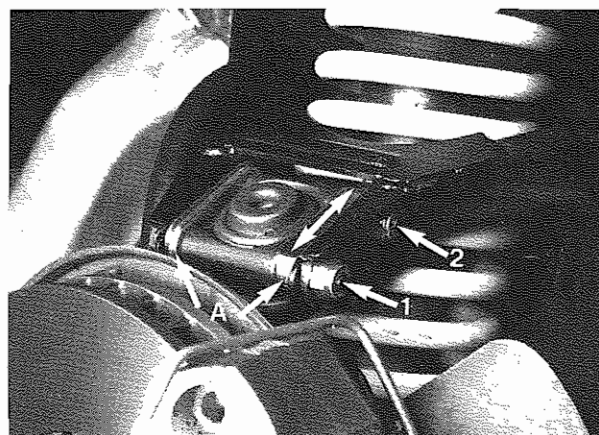
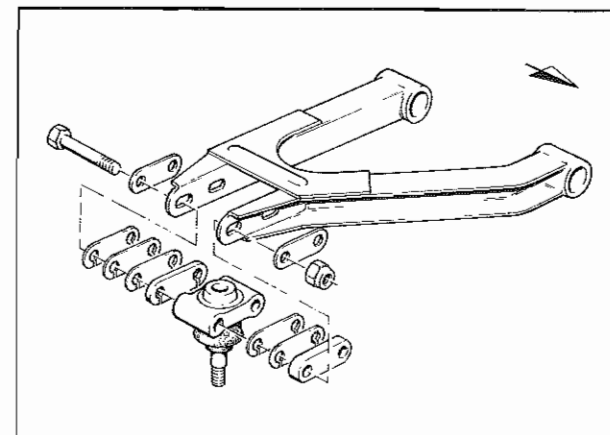

Fig. 24 - Registrazione - 1/2 Dadi
Fig. 26 - Registrazione-incidenza
- Allentare i dadi 1 e 2 di **Fig. 24**.
Registrazione: Si effettua variando la posizione degli spessori A di **Fig. 24**. Posizione standard più comune (**Fig. 26**).
- Loosen nuts 1 and 2 **Fig. 24**.
Adjustment: Is made by modifying the position of spacers A of **Fig. 24**. Most common standard position (**Fig. 26**).